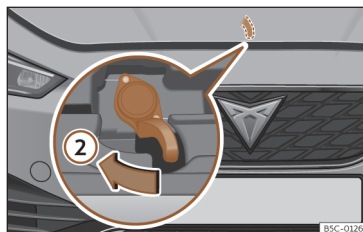

Fig. 215 Alavanca sob o capô.
• Para levantar o capô, pressione para a esquerda com a palma da mão para baixo a alavanca situada sob o capô, no centro >>> **Fig. 215** ②. Os ganchos de fixação ficam desbloqueados.